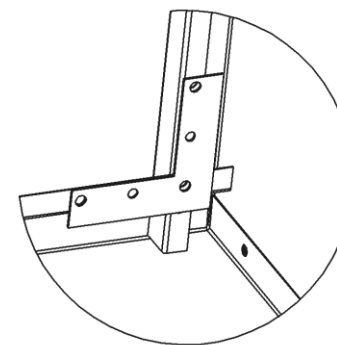

Рис.3
5.2.3. Установить уголки. При сборке крыши/дна необходимо установить уголки на передней части шкафа и приклепать. Для наглядности вид изнутри (Рис. 3).